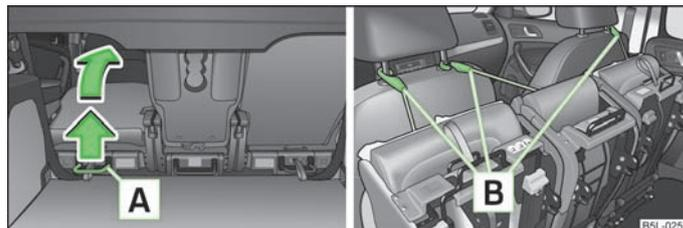

Fig. 50 Rabattement du siège complet/verrouillage du siège rabattu
- Tirez la manette **A** » fig. 50 vers le haut et rabattez complètement le siège vers l'avant.
- Fixez le siège rabattu en attachant l'une des tiges de guidage de l'appuie-tête du siège avant avec la sangle de fixation **B** » fig. 50.